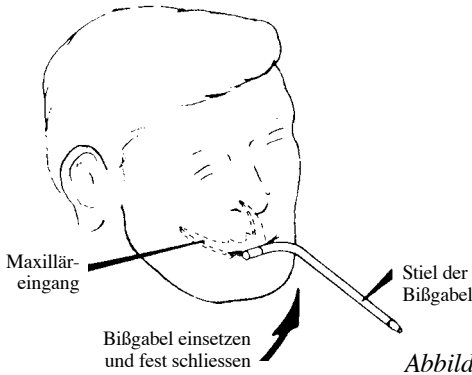

Abbildung 8
- Die vorbereitete Bißgabel akkurat am Patienten anbringen, ggf. zwei Watterollen zwischen die mandibuläre Okklusaloberfläche und die Unterseite der Bißgabel legen (siehe Abbildung 8). Ein wenig Vaseline leicht auf das Stielende der Bißgabel auftragen.